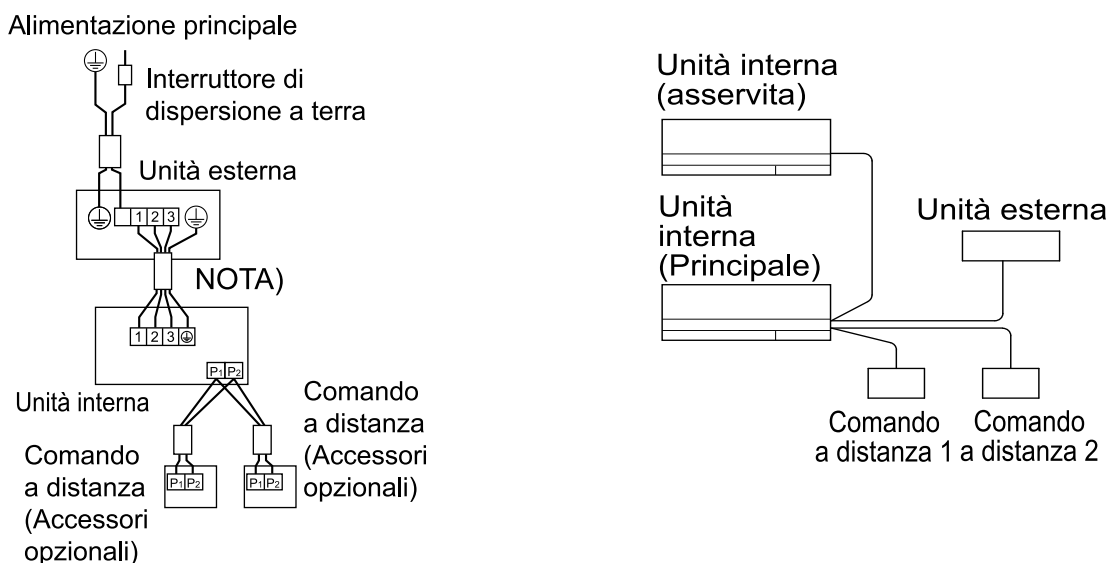

Fig. 28
(Fare riferimento alla Fig. 28)
(3) Rimuovere il coperchio della scatola di controllo (vedere “5. INSTALLAZIONE DELL’UNITÀ INTERNA”).
(4) **Aggiungere il cablaggio tra il comando a distanza 2 (asservito) e il terminale (P1, P2) della morsettiera (X1M) per il comando a distanza della scatola di controllo. (Non esiste polarità). (Fare riferimento alla Fig. 28 e alla Tabella 4)**